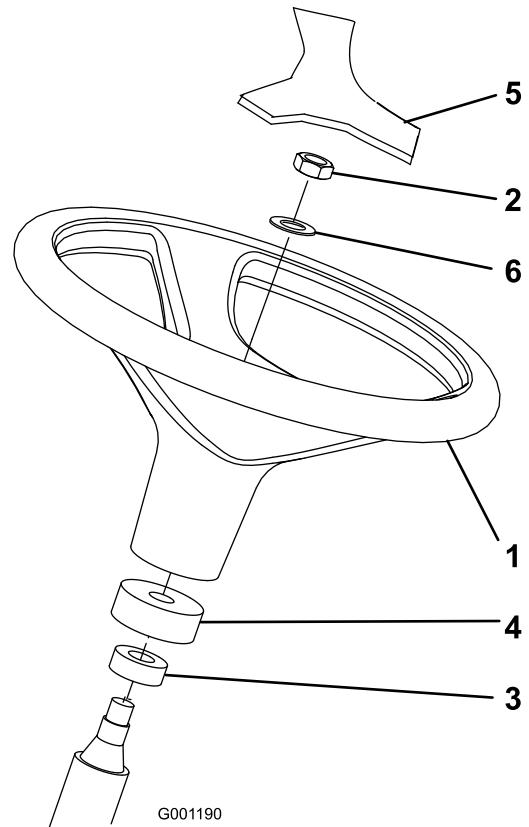

Bild 10
- Nehmen Sie das Lenkrad von der Versandpalette ab (Bild 10).
Hinweis: Stellen Sie sicher, dass der Schaumkrage auf der Lenkwelle verbleibt (Bild 10).
- Ziehen Sie das Lenkrad und die Scheibe auf die Lenkwelle auf (Bild 10).
5. Befestigen Sie die Abdeckung am Lenkrad (Bild 10).